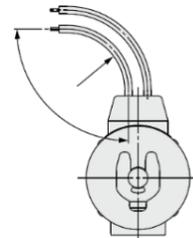

Abbildung 4. Biegung des Anschlusskabels
- Die Biegung der Anschlusskabel darf bei einem Radius von weniger als 20 mm 90° nicht überschreiten, da sonst Beschädigungen auftreten können. Siehe Abbildung 4.